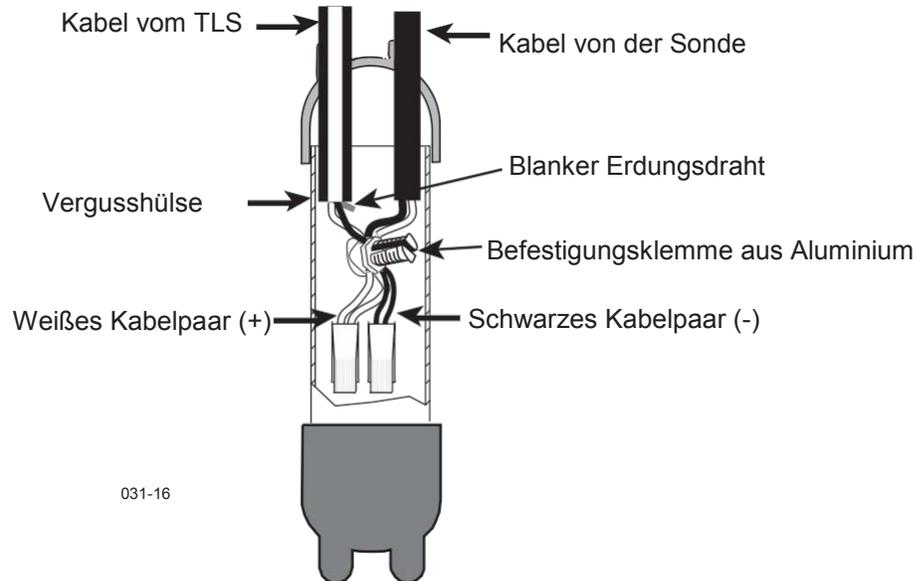

Abbildung 20. Kabelverbindung
3. Verbinden Sie die Kabelenden mit den Kabelklemmen [Abbildung 20] und entfernen Sie die freiliegende Abschirmung des Kabels.
4. Verwenden Sie die Befestigungsklemme aus Aluminium, um die einzelnen Drähte zusammen zu halten (achten Sie beim Festziehen von Hand darauf, nicht die Isolierung des Drahtes zu beschädigen, siehe Abbildung 20). Diese Klemme ist nicht zum Herstellen elektrischer Anschlüsse vorgesehen.